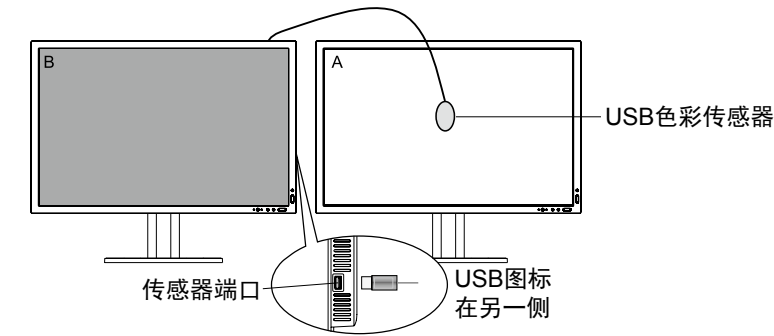

图 C.1
- 该程序会请求将 USB 色彩传感器放置在显示面板的中心 (图 C.4)。将显示面板后倾 5° 左右并将 USB 色彩传感器放置在显示面板的中心 (图 C.1)。